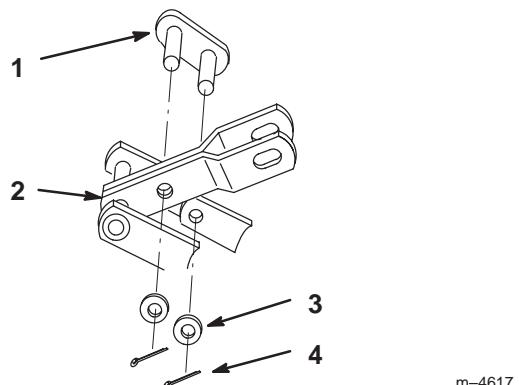

Abbildung 2
3. Den Gelenkbügel zwischen Mähwerkbügel und Gestellhubarm installieren (Abb. 2).
4. Mit 1/2"-Unterlegscheiben und 26 mm-Splinten (1") befestigen (Abb. 2).